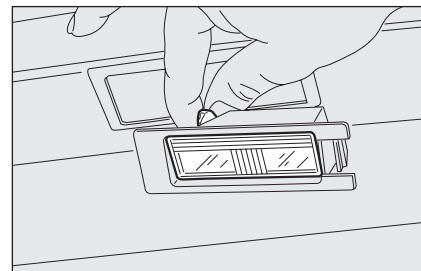

fig. 28
- remplacer l'ampoule **fig. 28** en la dégageant des contacts latéraux et en s'assurant que la nouvelle ampoule soit correctement bloquée entre ces contacts ;